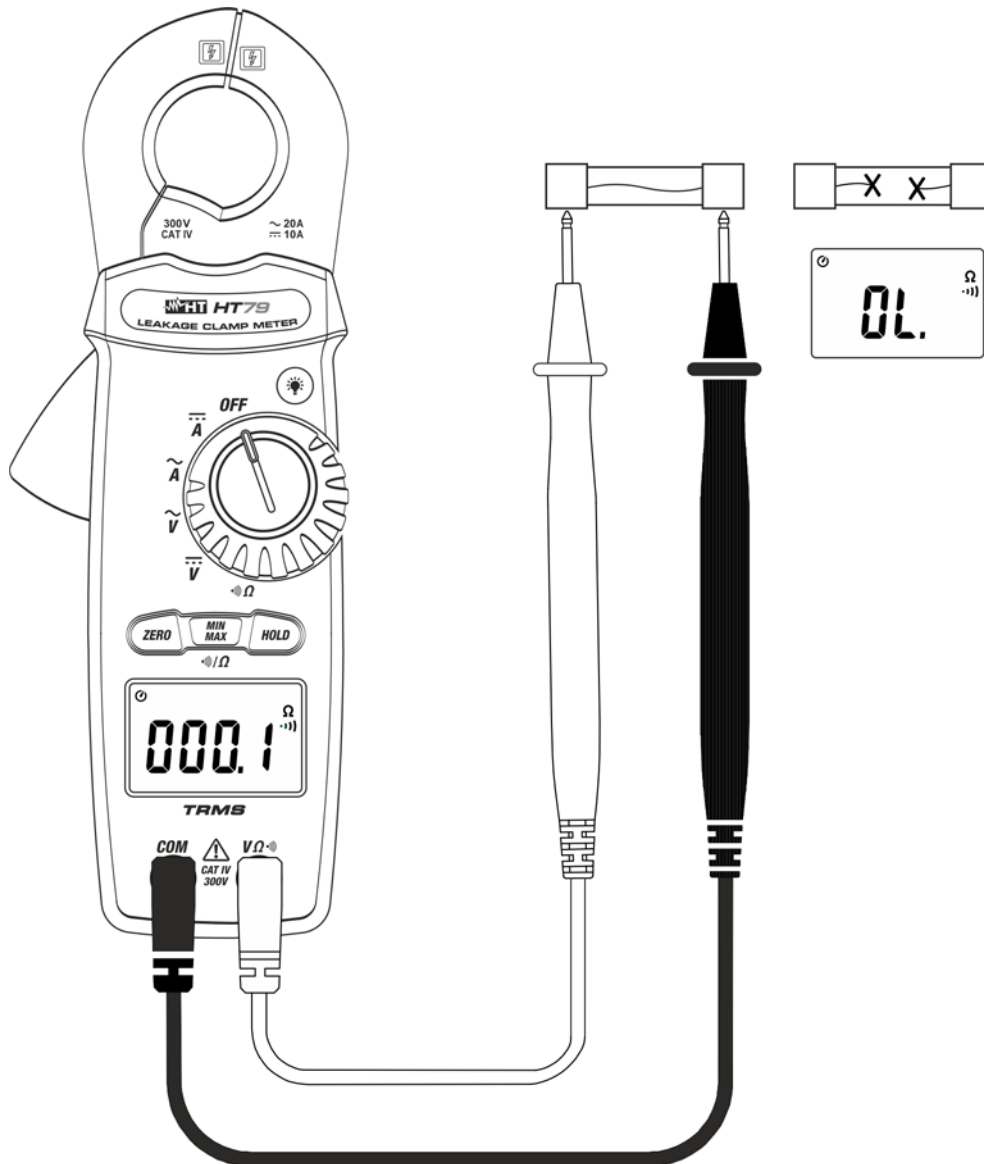

Fig. 7: Uso del instrumento para la prueba de continuidad
3. Inserte el cable rojo en el terminal de entrada **V $\Omega$**  y el cable negro en el terminal de entrada **COM** y realice la prueba de continuidad sobre el objeto en prueba (vea la Fig. 7). El zumbador emite una señal acústica cuando el valor de la resistencia medida es inferior a aproximadamente  $100\Omega$